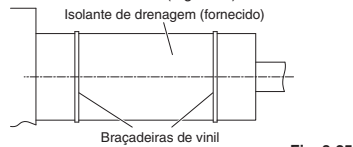

Fig. 3-25
- Depois de verificar a tubagem de drenagem, enrole o material de vedação fornecido e o isolante do tubo de drenagem ao redor do tubo e, em seguida, fixe-o com as braçadeiras de vinil fornecidas. (Fig. 3-25)